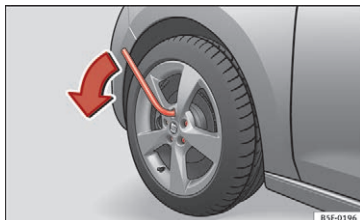

Fig. 63 Hjulskift: løsning af hjulbolte
- Tag fat i enden af hjulnøglen, og skru boltten ca. **en** omdrejning mod venstre »» **Fig. 63**.